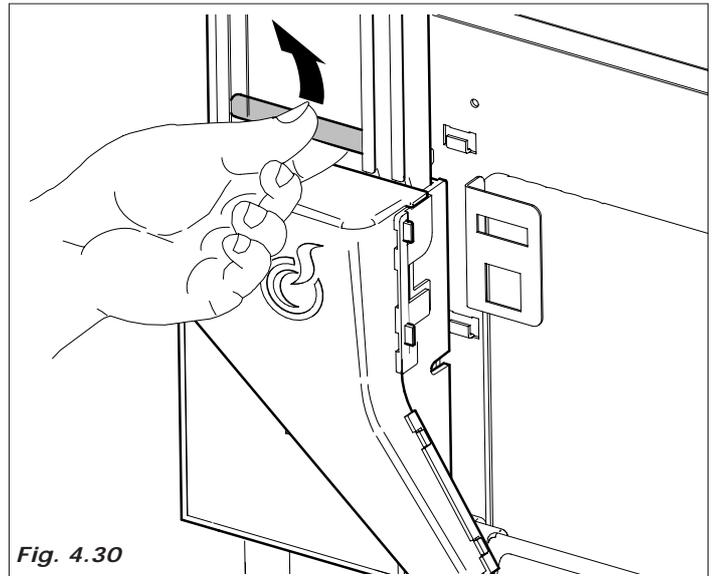

Fig. 4.30
- Quitar el peso metálico de la guía. (Fig.4.30)